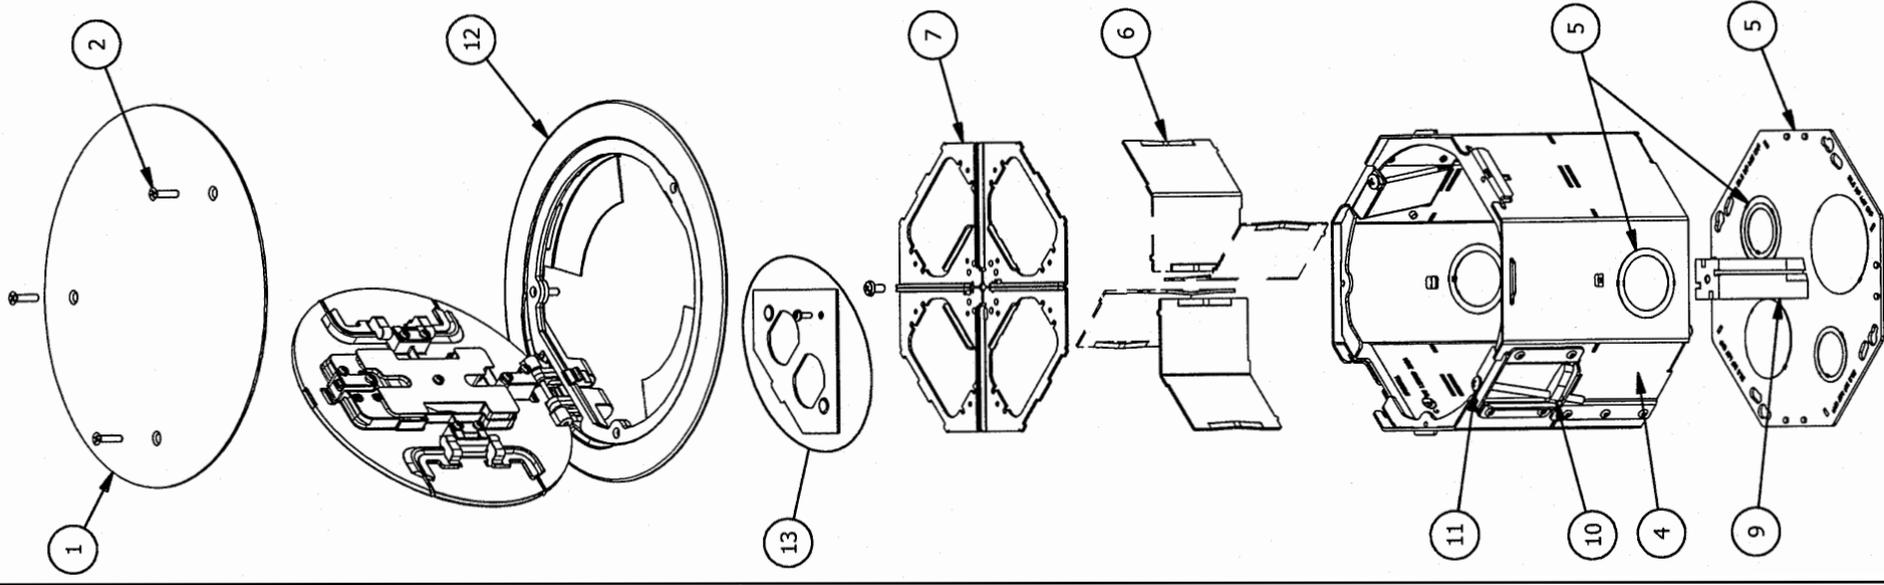

**Fig. 1**
To be used in floors 3/4" [19 mm] – 2-1/2" [64 mm] thick, see Figure 1.
1. Cut an 8-1/4" [210 mm] +/-1/8" [3 mm] hole in the raised access floor panel, see Figure 1.
Convient aux planchers de 19 mm-64 mm d'épaisseur, voir Fig. 1.
1. Couper une ouverture de 210 mm +/-3 mm dans le panneau du plancher surélevé, consulter la Fig. 1.
Para uso en pisos de 19 mm – 64 mm de espesor. Ver Fig. 1.
1. Hacer una abertura de 210 mm +/-3 mm en el panel de la caja de acceso en sobrepiso, ver la Fig. 1.